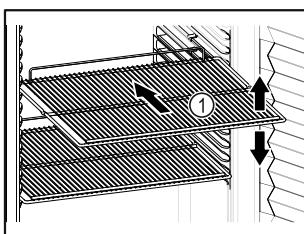

Fig. 86 Primjer izgleda
- Ako su rešetke za polaganje Fig. 86 (1) pomicne, prilagodite ih po visini.